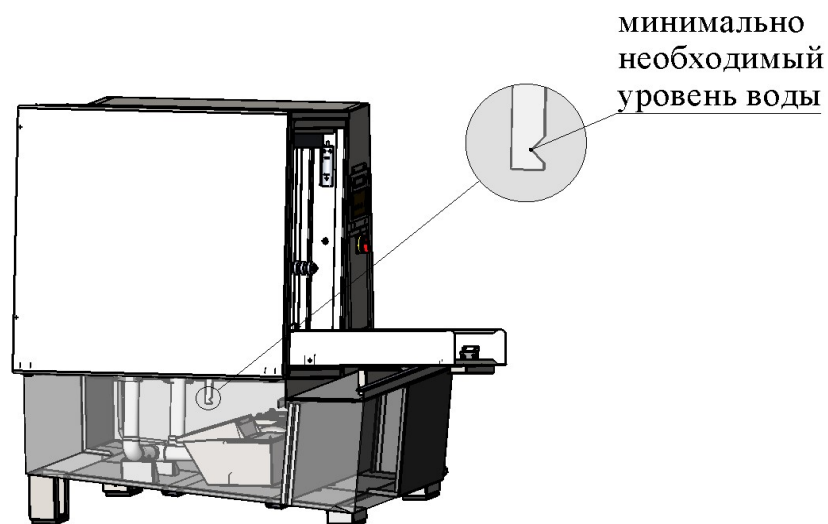

Рис. 4.
4.3. Подключить стенд к системе заземления, втулка (болт) заземления расположен на правой задней опоре ванны рис.4.
4.7 Подключить стенд к имеющейся пневмосистеме через переходник (рис.4), расположенный на задней стенке изделия. В разных комплектациях переходников может быть два: один для сушки колес, второй для обдувочного пистолета